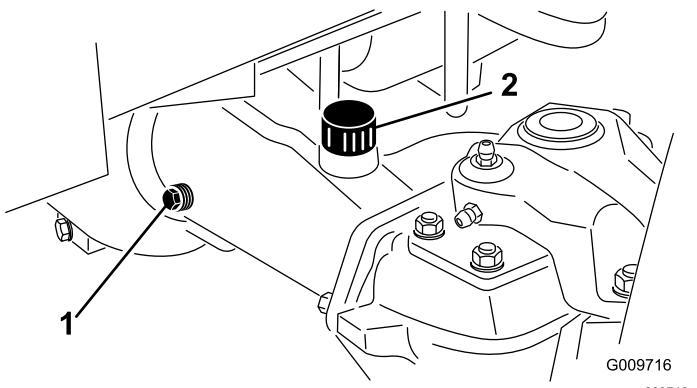

図65
2. アクスルの一方の端部から点検用プラグ図65を抜き、穴の高さまで潤滑油があることを確認する。量が不足の場合は、給油プラグ図65をはずして補給する。